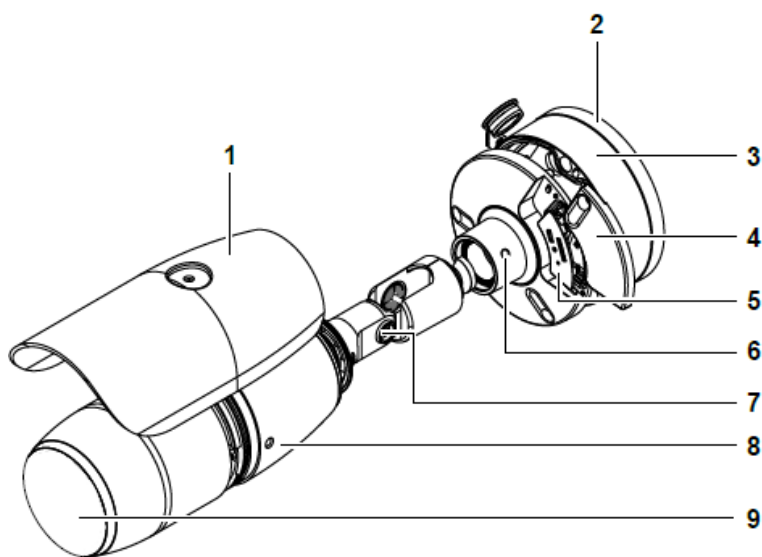

图 1
### 摄像头部件：图 1
4. 将安装板 (2) (图 1) 上提至表面，并将安装板上的孔与 Ø 5mm 孔对齐，用四颗螺钉将安装板牢牢连接至安装表面。
5. 拧下摄像头基座 (3) (图 1) 上的三颗螺钉，从摄像头基座卸下摄像头。
10. 用三颗螺钉将摄像头本体 (8) (图 1) 牢牢连接至摄像头基座。
- 解锁螺钉 (6) (图 1) 并倾斜摄像头本体。
- 松开遮阳罩 (1) (图 1) 上的指旋螺钉，以便在摄像头本体上方向前和向后移动遮阳罩。